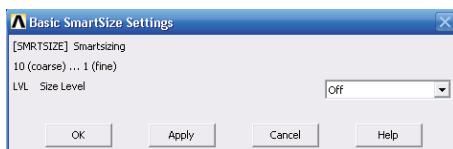

图 2-16 智能网格划分设置对话框
3) 选择 Main Menu | Preprocessor | Meshing | Size Cntrls | SmartSize | Basic 命令, 出现 Basic SmartSize Settings 对话框, 在 LVL Size Level 下拉选框中选择 Off, 如图 2-16 所示, 单击 OK 按钮关闭该对话框。